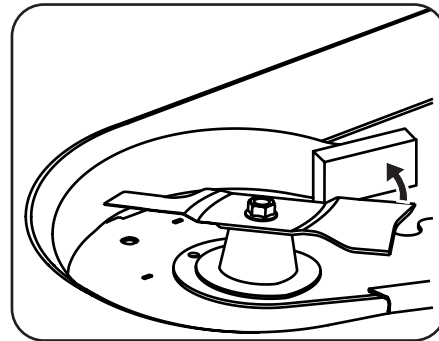

Figura 2
1. Asegure la cuchilla para que no gire en sentido contrario a las agujas del reloj durante las tareas de mantenimiento colocando un bloque de madera entre la cuchilla y el alojamiento de la plataforma, consulte la Figura 2, o envuelva un extremo de la cuchilla con un trapo y sosténgala firmemente.